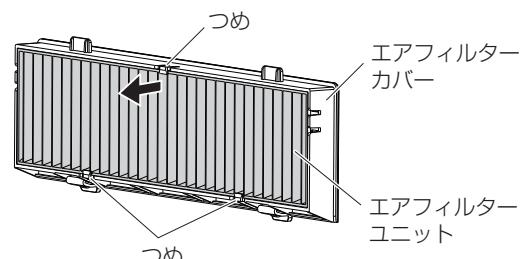

図 2
- ・エアフィルターユニットは 3 か所のつめで固定されています。その内の 1 か所つめがある側のひだをつまみ、エアフィルターカバーから取り出してください。（図 2）